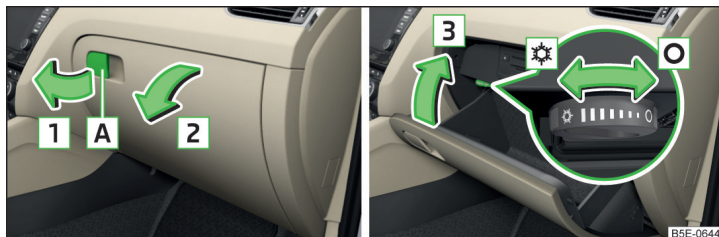

Fig. 89 Deschiderea compartimentului/închiderea compartimentului și operarea admisiei aerului
- Pentru **deschidere** trageți mânășul **A** în sensul săgeții **1** și rabatați capacul în sensul săgeții **2** » fig. 89.
- Pentru **deschidere**, rotiți comutatorul rotativ până la capăt în poziția **☼** » fig. 89.